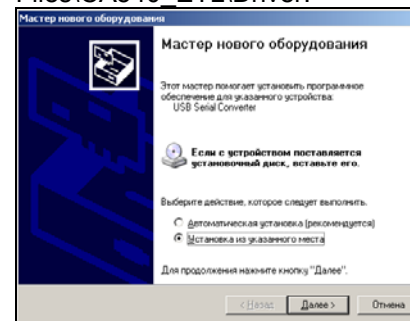
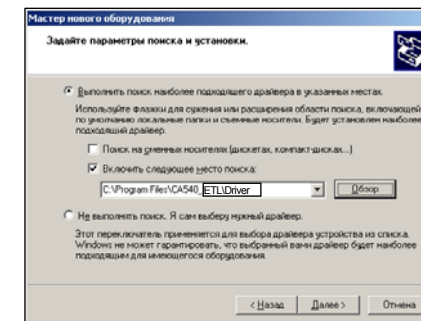

Рисунок 8.9
Рисунок 8.10
2) После включения ПК на экране появится сообщение, а затем окно программы установки нового оборудования (рисунок 8.9).
3) Установить драйвер Блока сопряжения универсального, для чего в окне (рисунок 8.9) щелкнуть в поле "Установка из указанного места", а затем по кнопке **Далее**. На экране появится окно (рисунок 8.10). Щелкнуть по кнопке **Обзор** и выбрать папку C:\Program Files\CA540_ETL\Driver.